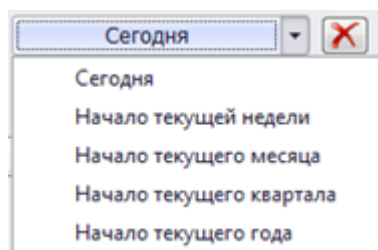
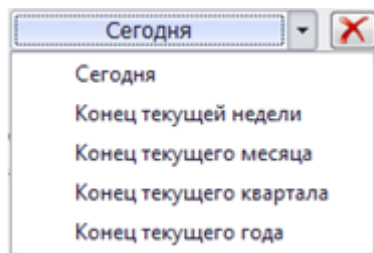

Рисунок 3.56
Рисунок 3.57
3) при помощи готовых шаблонов значений для левой (рисунок 3.56) и правой (рисунок 3.57) границ периода. После выбора этих значений также необходимо нажать на кнопку  («Применить»).